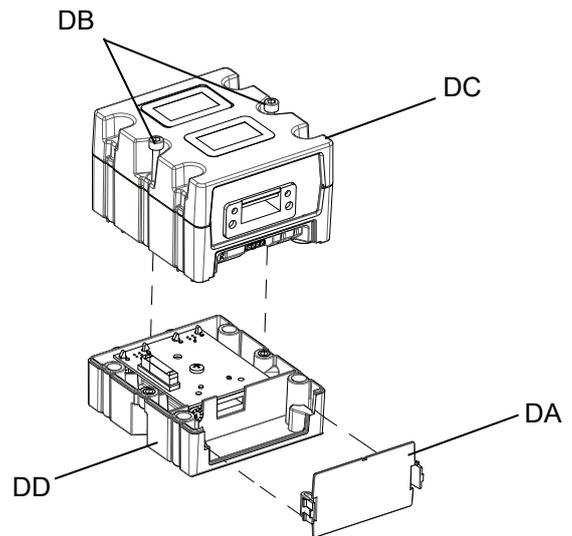

FIG. 66: Desmontagem do CGM
4. Retire a tampa de acesso do CGM (DA). Desaperte e guarde os dois parafusos M5-0,8 x 45 mm (DB) e retire o CGM (DC) da base (DD). Consulte a FIG. 66..